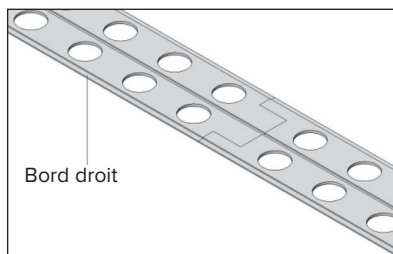

Fig.5: Liaison de guide
4.5.1. Placer le rail sur la partie à couper. Si il ya un besoin pour une longueur de plus de 1,8 m, connectez le second rail avec le premier comme indiqué sur la figure 5.